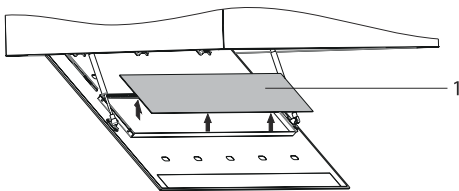

Abb. 32
4. Innerhalb der Lampengehäuse befindet der LED Lampe Diffusor. Nehmen Sie den LED Diffusor (Abb. 32/1) in Pfeilrichtung ab (Abb. 32).